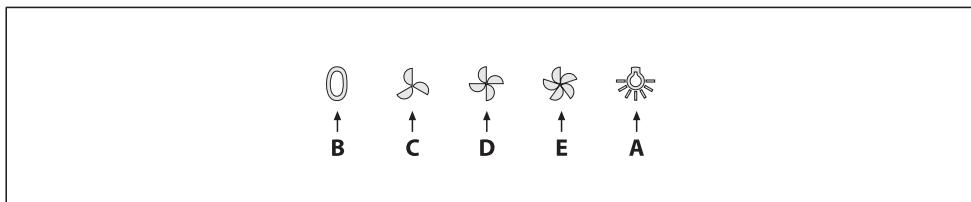

Fig.8
- **Comandi meccanici (Fig.8)** la simbologia è di seguito riportata: